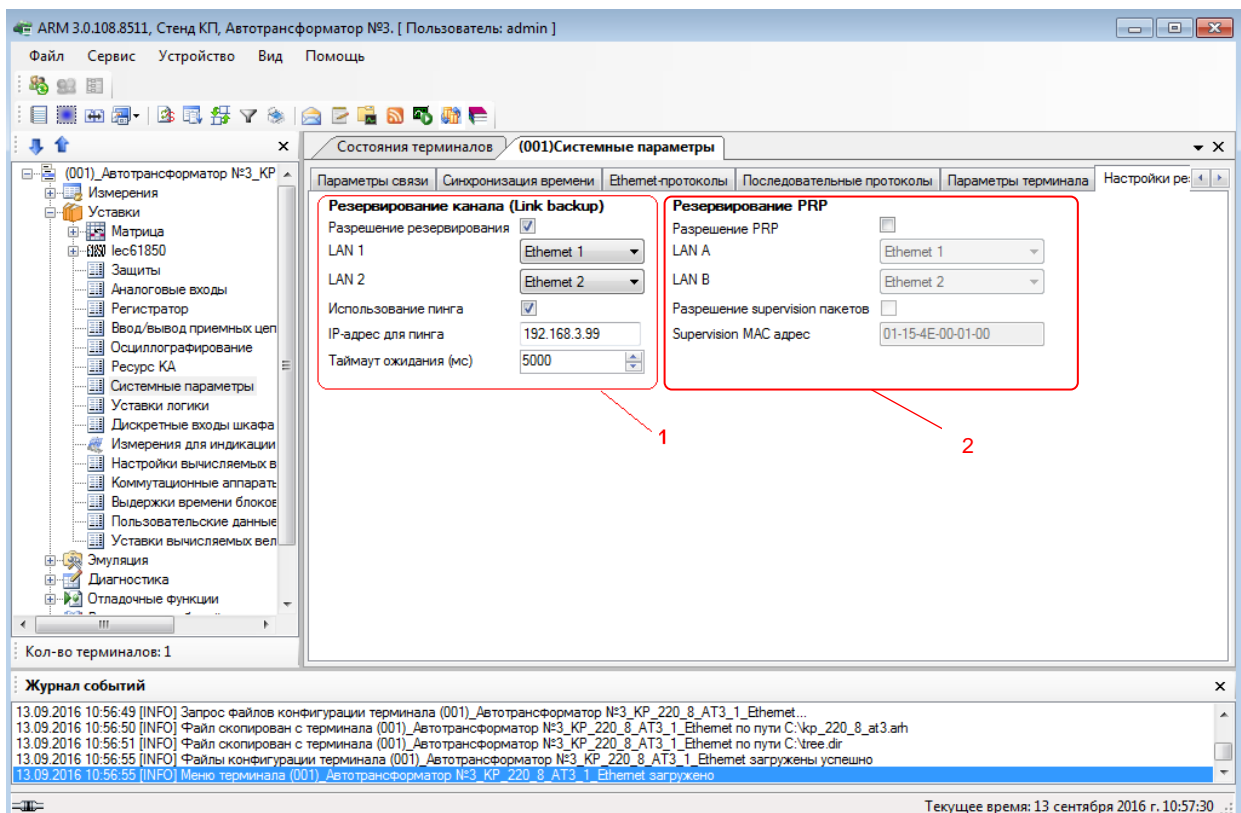

Рисунок 5.87
В «дереве» проекта перейти к разделу **Системные параметры**. Открыть вкладку **Настройки резервирования Ethernet** (см. рисунок 5.87, поз. 1).
- установить флажок перед полем «Резервирование PRP» (см. рисунок 5.87, поз. 2);